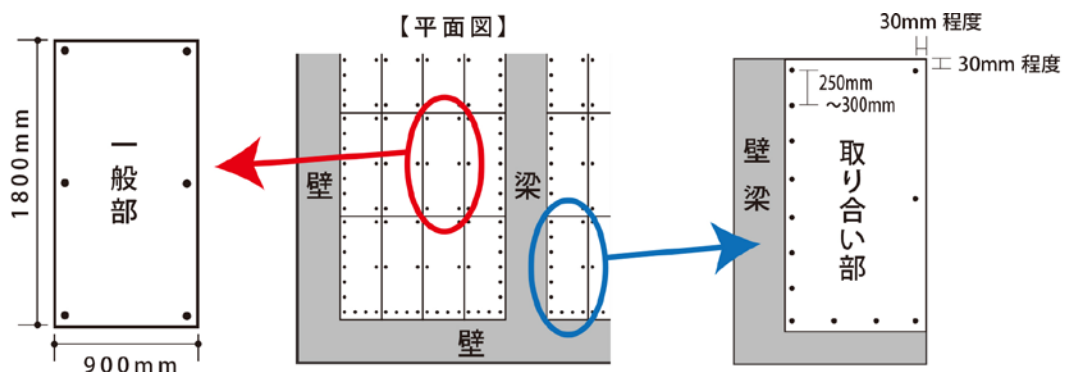

図 6：ネオマキーパーⅡの設置目安（スラブ下に施工する場合）
- ※ネオマフォームUF 端部からは、30mm 程度離してください。（図 6, 7）